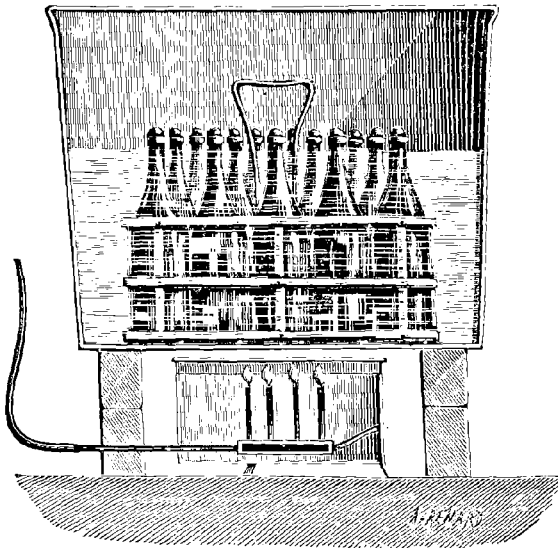

Fig. 169. Pasteurisation des vins en bouteilles.
**Pasteurisation.** — Pasteur a recommandé de chauffer les vins (fig. 169 et 170), vers 60°, afin de détruire tout germe de maladie. Ce procédé est un préservatif qui ne s'emploie pourtant que lorsque la maladie s'est déjà manifestée parce qu'il a pour inconvénient d'affaiblir le bouquet.